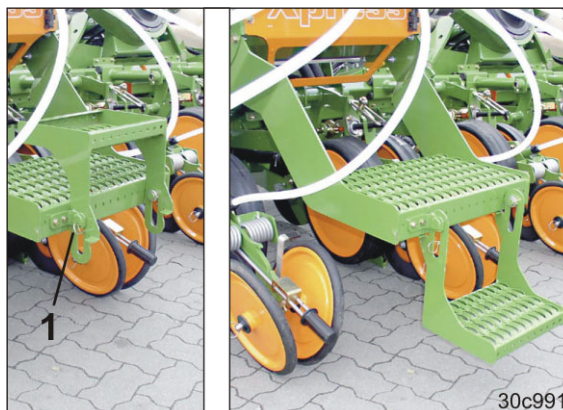

Рис. 226
3. Откиньте вниз ступеньку (Рис. 226).
- 3.1 Снимите пружинный зажим (Рис. 226/1).
7. Поднимите ступеньку (Рис. 226/1) и зафиксируйте ее пружинным зажимом (Рис. 226/2).